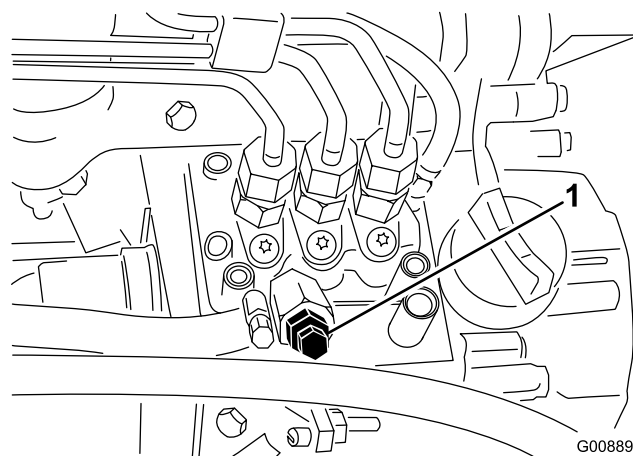

Рисунок 46
4. Выверните винт стравливания воздуха из насоса для впрыска топлива (Рисунок 46).